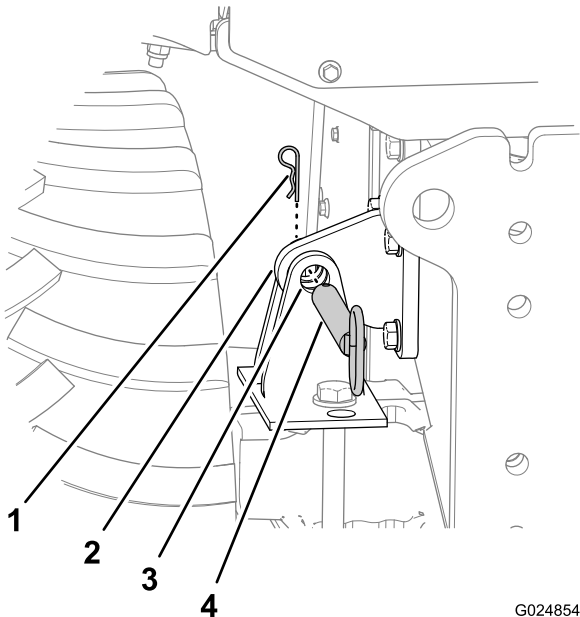

Figura 44
1. Remova o grampo tipo “R” do pino de bloqueio de inclinação no suporte de bloqueio do chassi (Figura 44).
2. Remova o pino de bloqueio de inclinação dos orifícios no suporte de bloqueio do chassi e no suporte de bloqueio do eixo (Figura 44).
1. Use a chave de inclinação para alinhar o orifício no suporte de bloqueio do chassi com os orifícios no suporte de bloqueio do eixo (Figura 44).
4. Insira totalmente o pino de bloqueio de inclinação através dos orifícios horizontais no suporte de bloqueio do chassi e no suporte de bloqueio do eixo (Figura 44).
5. Prenda o pino de bloqueio de inclinação no suporte de bloqueio do chassi com o grampo tipo "R" (Figura 44).